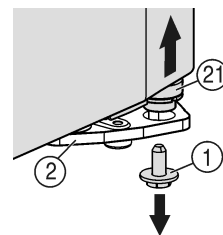
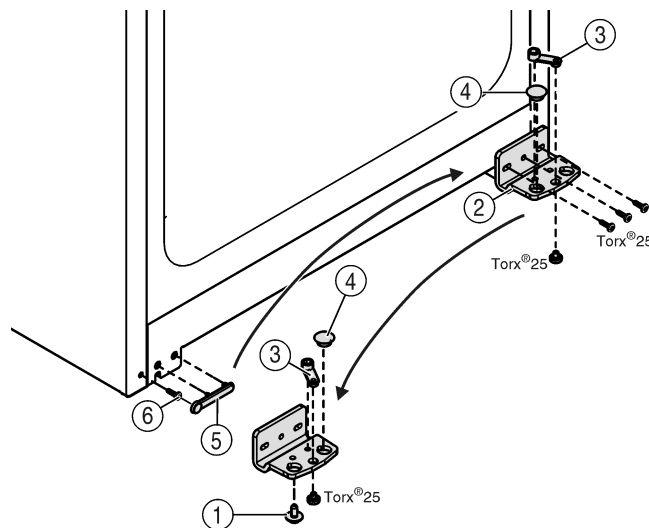

Fig. 5
Fig. 6
- ▶ V pravo dolu na konzole ložiska vyskrutkujte poistnú skrutku Fig. 5 (1).
- ▶ Čap ložiska Fig. 5 (21) sa uvoľní z konzoly ložiska Fig. 6 (2).
- ▶ V prípade, že sa čap ložiska Fig. 5 (21) neuvoľní, čap vytačte zdola.
- ▶ Odskrutkujte ložiskovú konzolu Fig. 6 (2).
- ▶ Ložiskový diel Fig. 6 (3) odskrutkujte a premiestnite ho do protiahlého otvoru uloženia ložiskovej konzoly, opäť priskrutkujte.
- ▶ Trň Fig. 6 (4) vyberte z ložiskovej konzoly a premiestnite ho do protiahlého otvoru uloženia ložiskovej konzoly.
- ▶ Opatrne odoberte kryt Fig. 6 (5) na strane držadla.
- ▶ Vyskrutkujte skrutku Fig. 6 (6) a zaskrutkujte na opačnej strane.
- ▶ Opäť nasadte kryt Fig. 6 (5).
- ▶ Ložiskovú konzolu Fig. 6 (2) pevne naskrutkujte na novej strane závesu (s ťahovacím momentom 4 Nm), príp. pomocou akumulátorového skrutkovača.
- ▶ Poistnú skrutku Fig. 5 (1) zaskrutkujte dolu do ložiskového čapu a dotiahnite (**s uťahovacím momentom 4 Nm**).